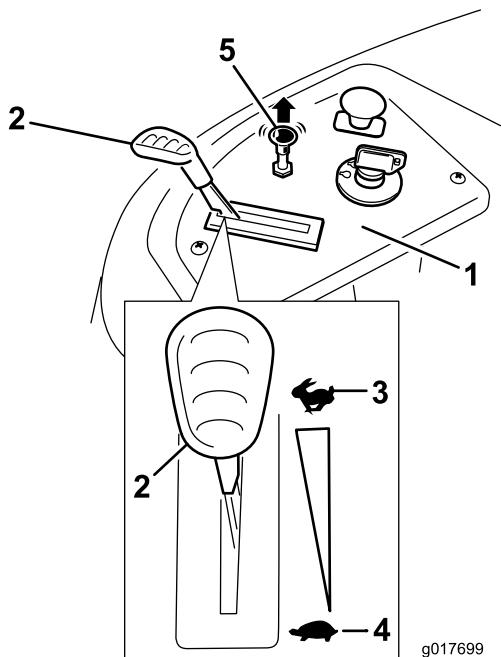

Figura 13
- Si el motor está frío, tire hacia arriba del control del estárter (Figura 13).
2. Mueva la palanca del acelerador a la posición de Rápido (Figura 13).